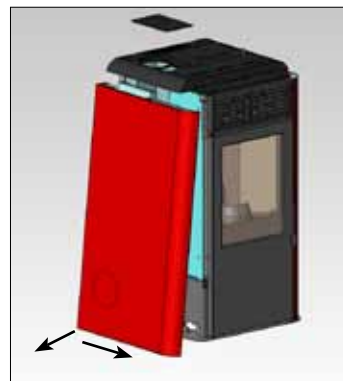

fig. 4
- Smontare il fianco metallico, spostandolo per circa 2 cm verso il fronte della stufa, estraendolo prima dal basso e poi sfilandolo da sotto il top (fig. 4).